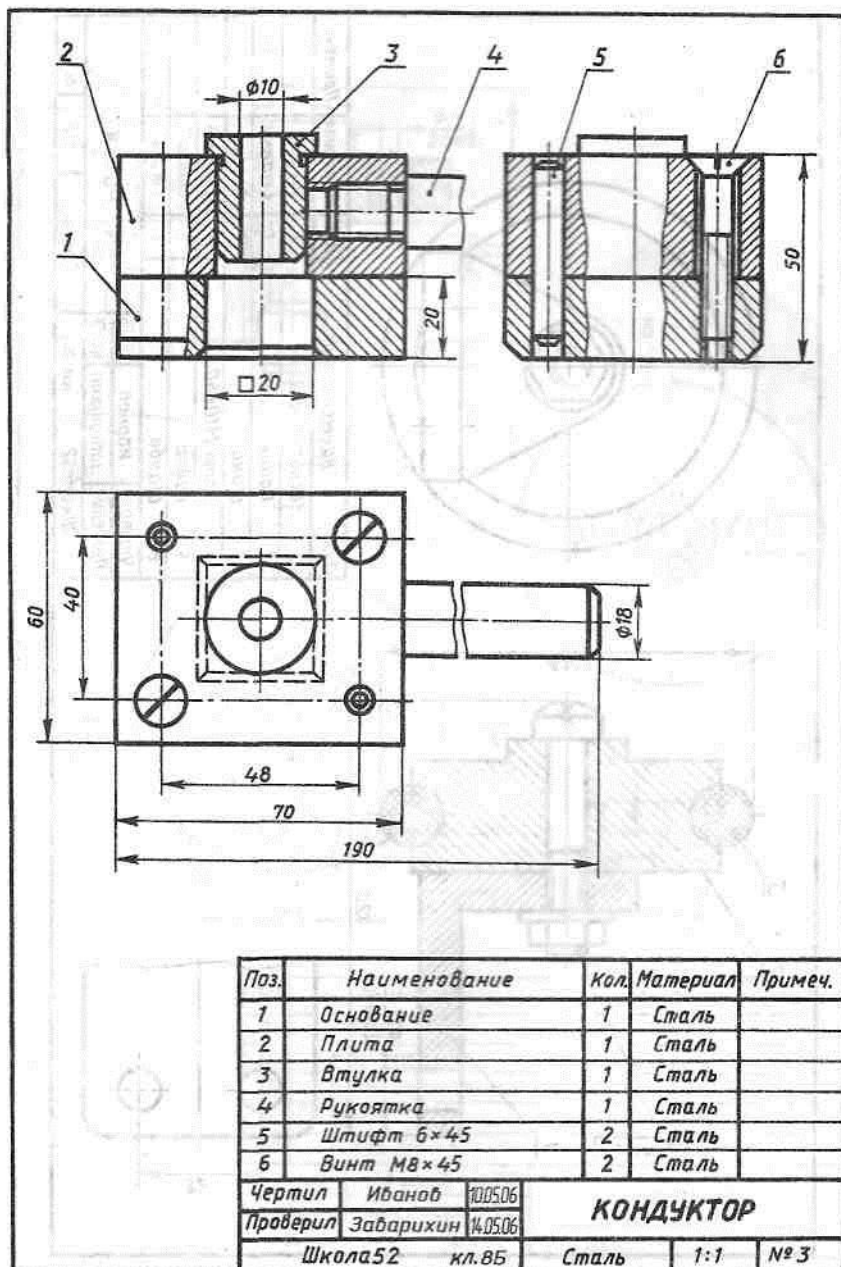

Рис. 246. Чертеж для чтения
- 4) рисунок 246, детали 3, 4;